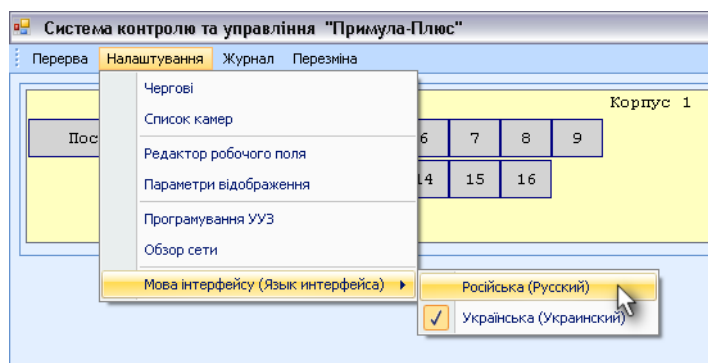

Рисунок 4: Изменение языка сообщений
6.3.1. Программное обеспечение системы может отображать информацию на разных языках. В заводской поставке присутствуют Русский и Украинский языки. Для переключения между языками следует выбрать соответствующий пункт меню (рис. 4).